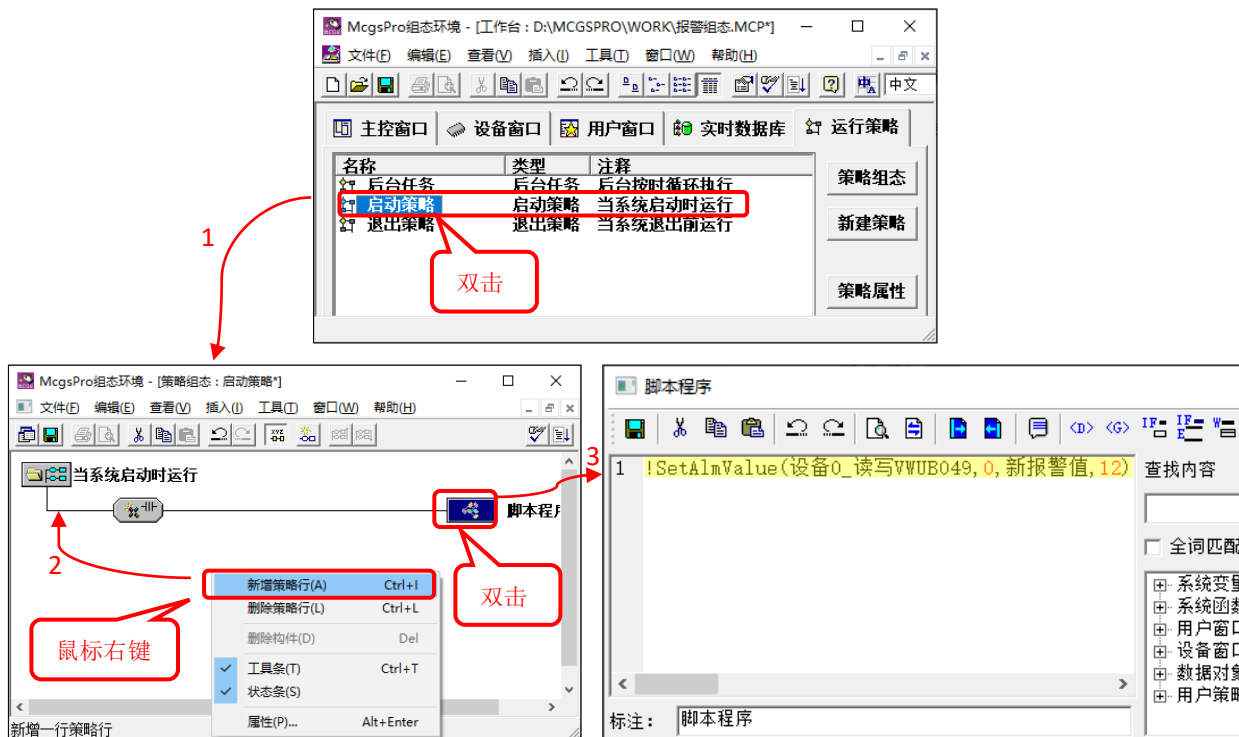

图 4.4-8 启动策略添加报警设置脚本
- 启动策略设置：由于 TPC 重启后，变量报警值会恢复成组态时的设置值，所以需要步骤 5 对变量“新报警值”进行初值保存，并在启动策略中使用再次对变量进行报警值修改操作，保证重启 TPC 后，变量“设备 0_读写 VWUB049”的报警值与设置值一致。如图 4.4-8 所示，启动策略中新增一个策略行，并添加以下脚本